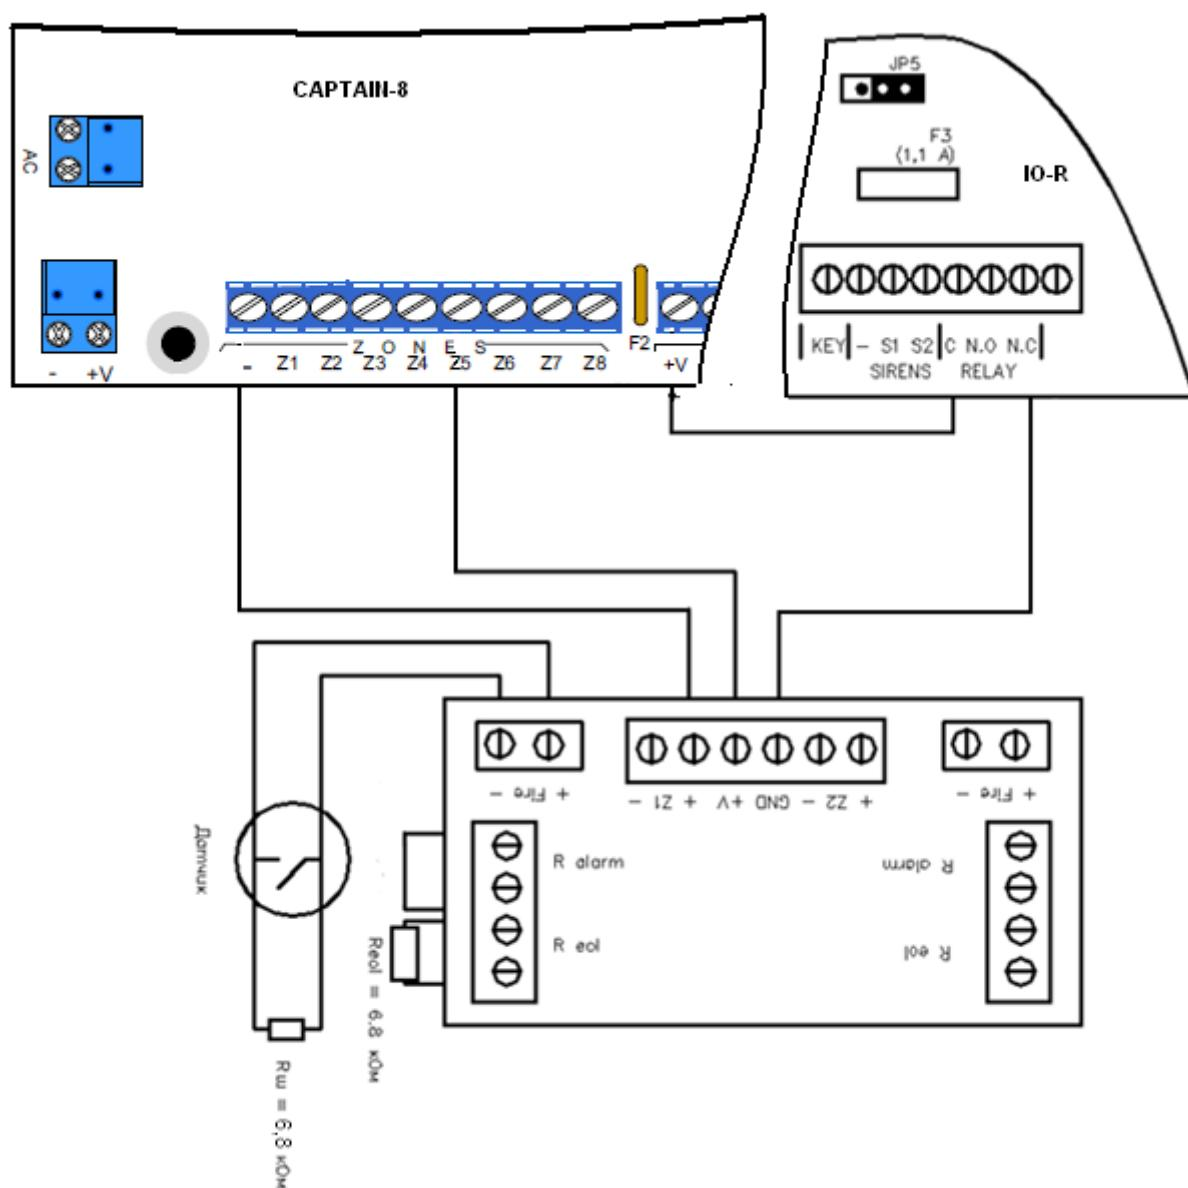

Рисунок 9 - Формирование шлейфов нормально разомкнутых пожарных датчиков при помощи ПСШ-2М со схемой подключения «один резистор в шлейфе»
*Второй шлейф датчиков подключается аналогично первому, показанному на рис. 9 и 10.*